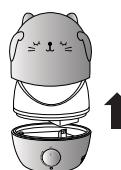

Рис. 2
- Перед началом эксплуатации поставьте увлажнитель воздуха на ровную горизонтальную сухую поверхность. Снимите декоративную часть резервуара для воды, а затем снимите сам резервуар для воды с основания прибора [рис.2].